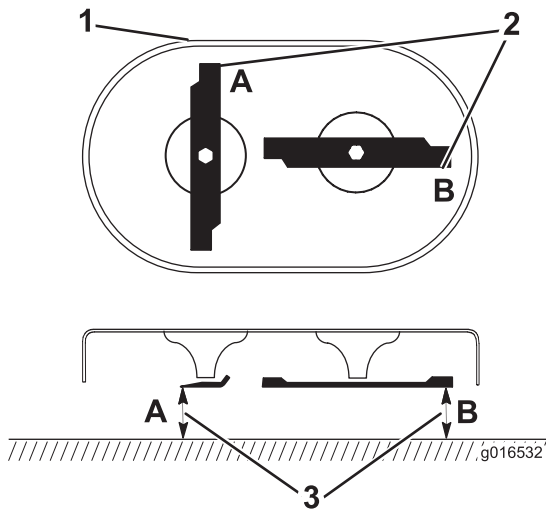

Bild 37
1. Drehen Sie die Messer, bis sie wie in Bild 37 dargestellt positioniert sind.
2. Messen Sie an den Stellen **A** und **B** von der ebenen Fläche zu den Schnittkanten (**Bild 37**) und notieren Sie beide Werte.